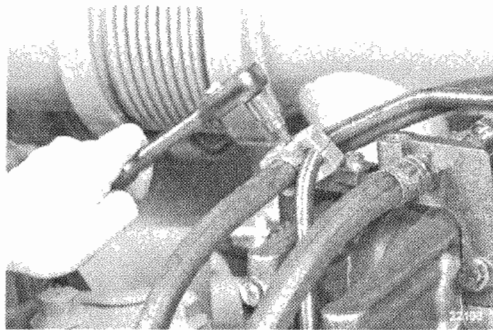

Figura 7.8 Mordaza de la línea de combustible.
3. Retirar la mordaza de las líneas de combustible internas usando una carraca de 3/8 de pulgada y una llave hexagonal interna. (figura 7.8)